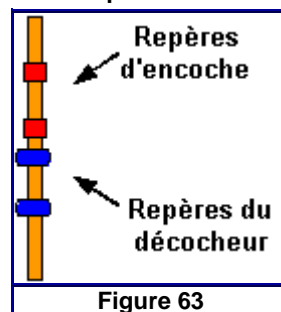

Figure 63
- Ce repère, lorsque le décocheur est positionné, doit maintenir le crochetage au **même niveau**, et empêcher le **glissement** accidentel, l'arc en tension, surtout pour les décocheurs à crochet métallique. Ce repère peut se faire de la même manière que pour le détalonnage, il doit cependant tenir compte de l'angle de corde à pleine allonge afin de **ne pas rentrer en contact avec la flèche**. (Figure 63)